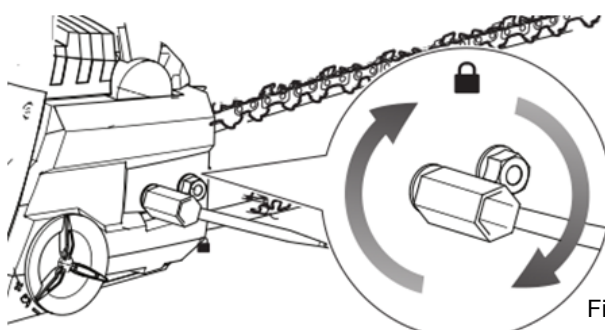

Fig. 11
- Replacer le couvercle de l'embrayage et les écrous de montage. Serrer à la main les écrous de montage. Le guide doit bouger librement pour pouvoir régler la tension. (Fig 11)